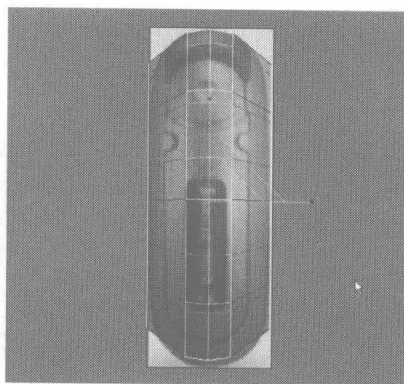

图 3.20
- 14** 切换为线编辑，在 Front 视图中选择如图 3.20 所示的线，单击右键，选择 Connect 命令添加两条细分线。